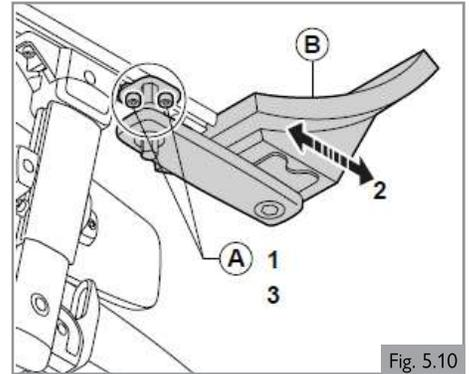

Fig. 5.10
5.7 Mando fijo/abatible predefinido**Profundidad del soporte del mando (Fig. 5.10)**